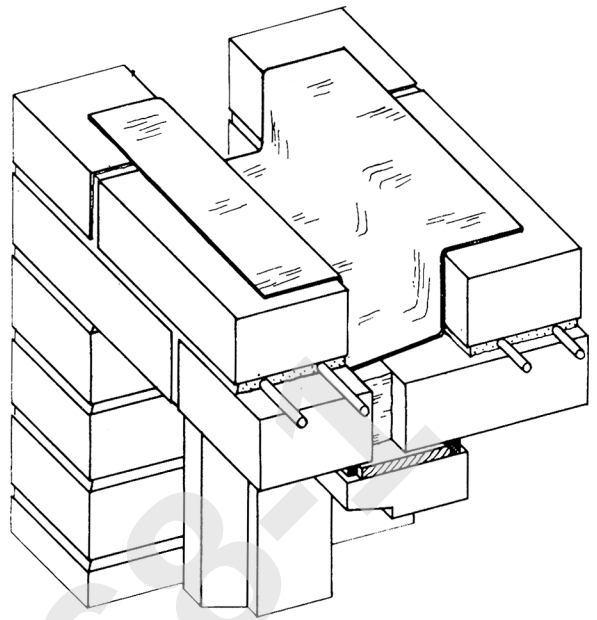

Fig. 241
- .2 Hulrommet over vinduet dekkes med asfaltapp, som vist på fig. 241. Det er best å bruke en papp som er bøyelig og lett å forme, f. eks. underlagspapp med råpapp av glassfiberduk. Pappen føres 6-8 cm ut fra hver side av overkarmen i lengderetningen og bør i bunnen ha helling utover mot utvendig vange.